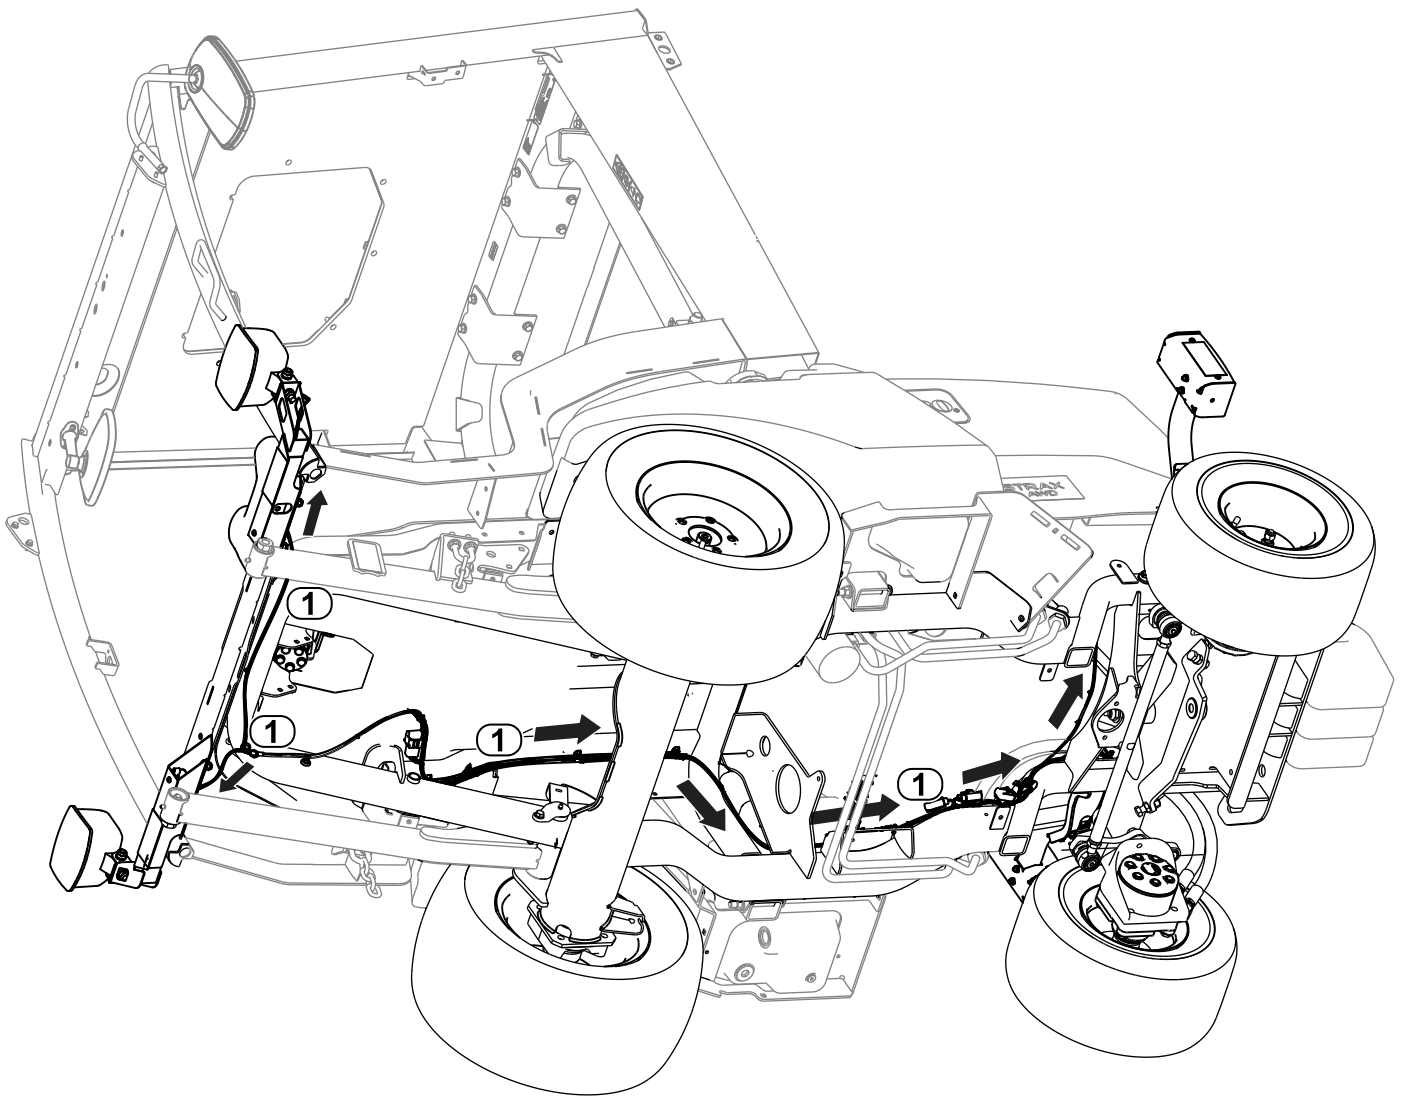

Bild 35
1. Verlegen Sie den mit FRONT LIGHT LH (P04) beschrifteten Stecker am Kabelbaum an der linken Seite der Maschine. Verbinden Sie den Kabelbaum mit dem Scheinwerfer (**Bild 35**).
2. Verlegen Sie den mit FRONT LIGHT RH (P05) beschrifteten Stecker am Kabelbaum an der rechten Seite der Maschine. Verbinden Sie den Kabelbaum mit dem Scheinwerfer (**Bild 35**).
3. Verlegen Sie den mit REAR LIGHT LH (P01) beschrifteten Stecker am Kabelbaum an der linken hinteren Seite der Maschine (**Bild 35**).
4. Verlegen Sie den mit REAR LIGHT RH (P02) beschrifteten Stecker am Kabelbaum an der rechten hinteren Seite der Maschine (**Bild 35**).
- Schließen Sie den mit REAR LIGHT LH (P01) beschrifteten Stecker des Kabelbaums am Rücklicht an (Bild 35).
- Schließen Sie den mit REAR LIGHT RH (P02) beschrifteten Stecker des Kabelbaums am Rücklicht an (Bild 35).